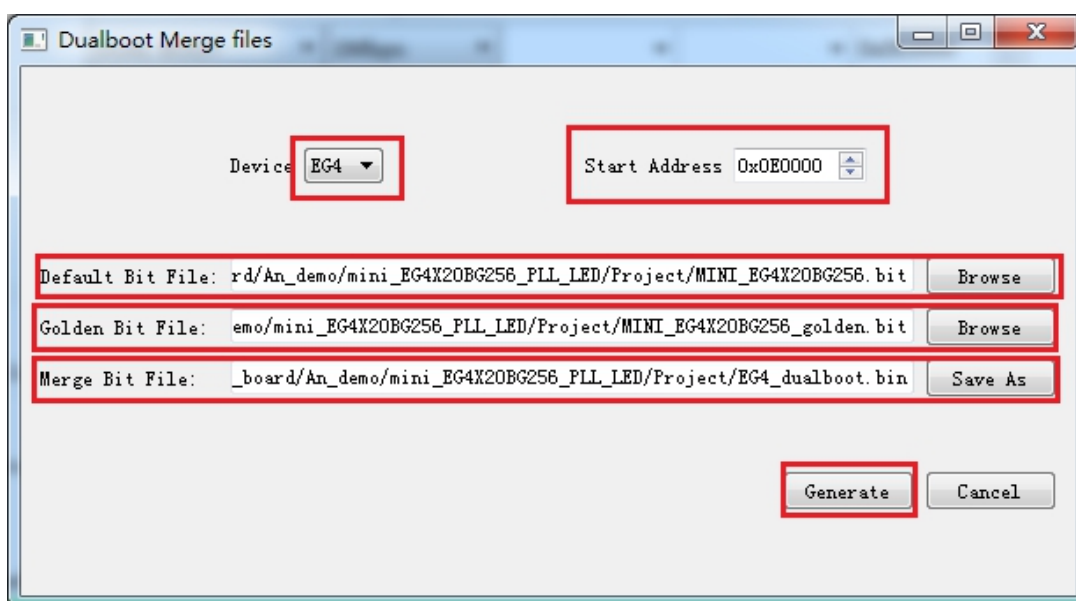

图 4 使用 merge dualboot bit 合成 bin 文件
2、Default bit 选择存放的 primary bit 位流，起始地址为 0x000000，Golden bit 选择 golden bit 位流，起始地址用户可以设置，最小值为 0x0E0000。Merge bit file 保存生成 bin 文件的名称和位置。单击 generate，生成所需要的 bin 文件。如图 4 所示。